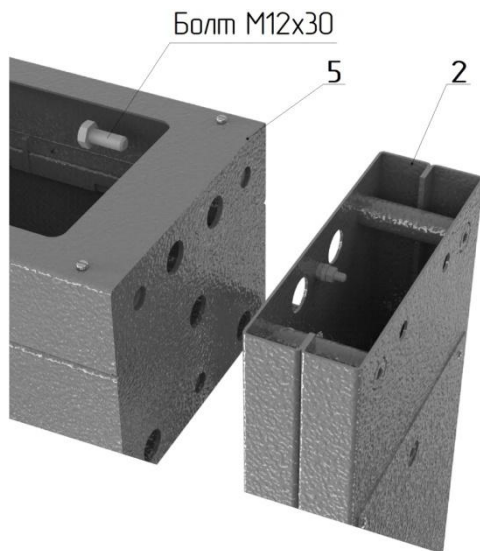
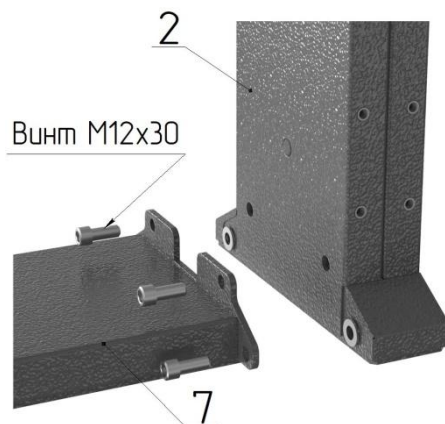

Рис. 1
Рис. 2
1. Сборка турникета (рис. 1, 2):
- положите на пол на боковую плоскость раму привода **5** (рис. 1), (предварительно постелив лист картона), рядом аналогично положите две стойки крыла прохода **1** и **2**; состыкуйте указанные элементы друг с другом присоединительными элементами и закрутите по три болта М12 с каждой стороны; поставьте собранный портал вертикально на месте установки турникета; закрепите к стойке **2** напольную плиту **7** (рис.2) четырьмя винтами М12.